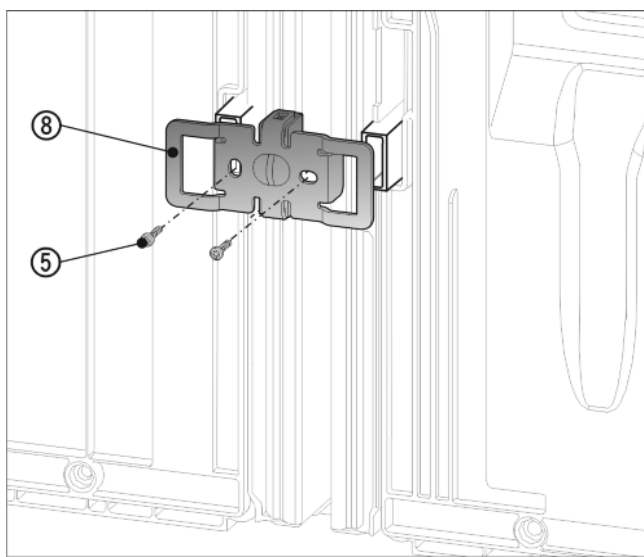

Fig. 12
- ▶ Tryck åter fast vinkeln Fig. 12 (8) med uttagen över intaget för väggavståndshållaren.
- ▶ Dra åt med 2 skruvar Fig. 12 (5).